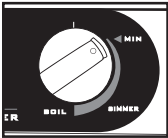

Fig. 6
- 1. Ponga el control de temperatura en “MIN” (Fig. 6). Ponga el interruptor en “OFF” y desenchufe la unidad.